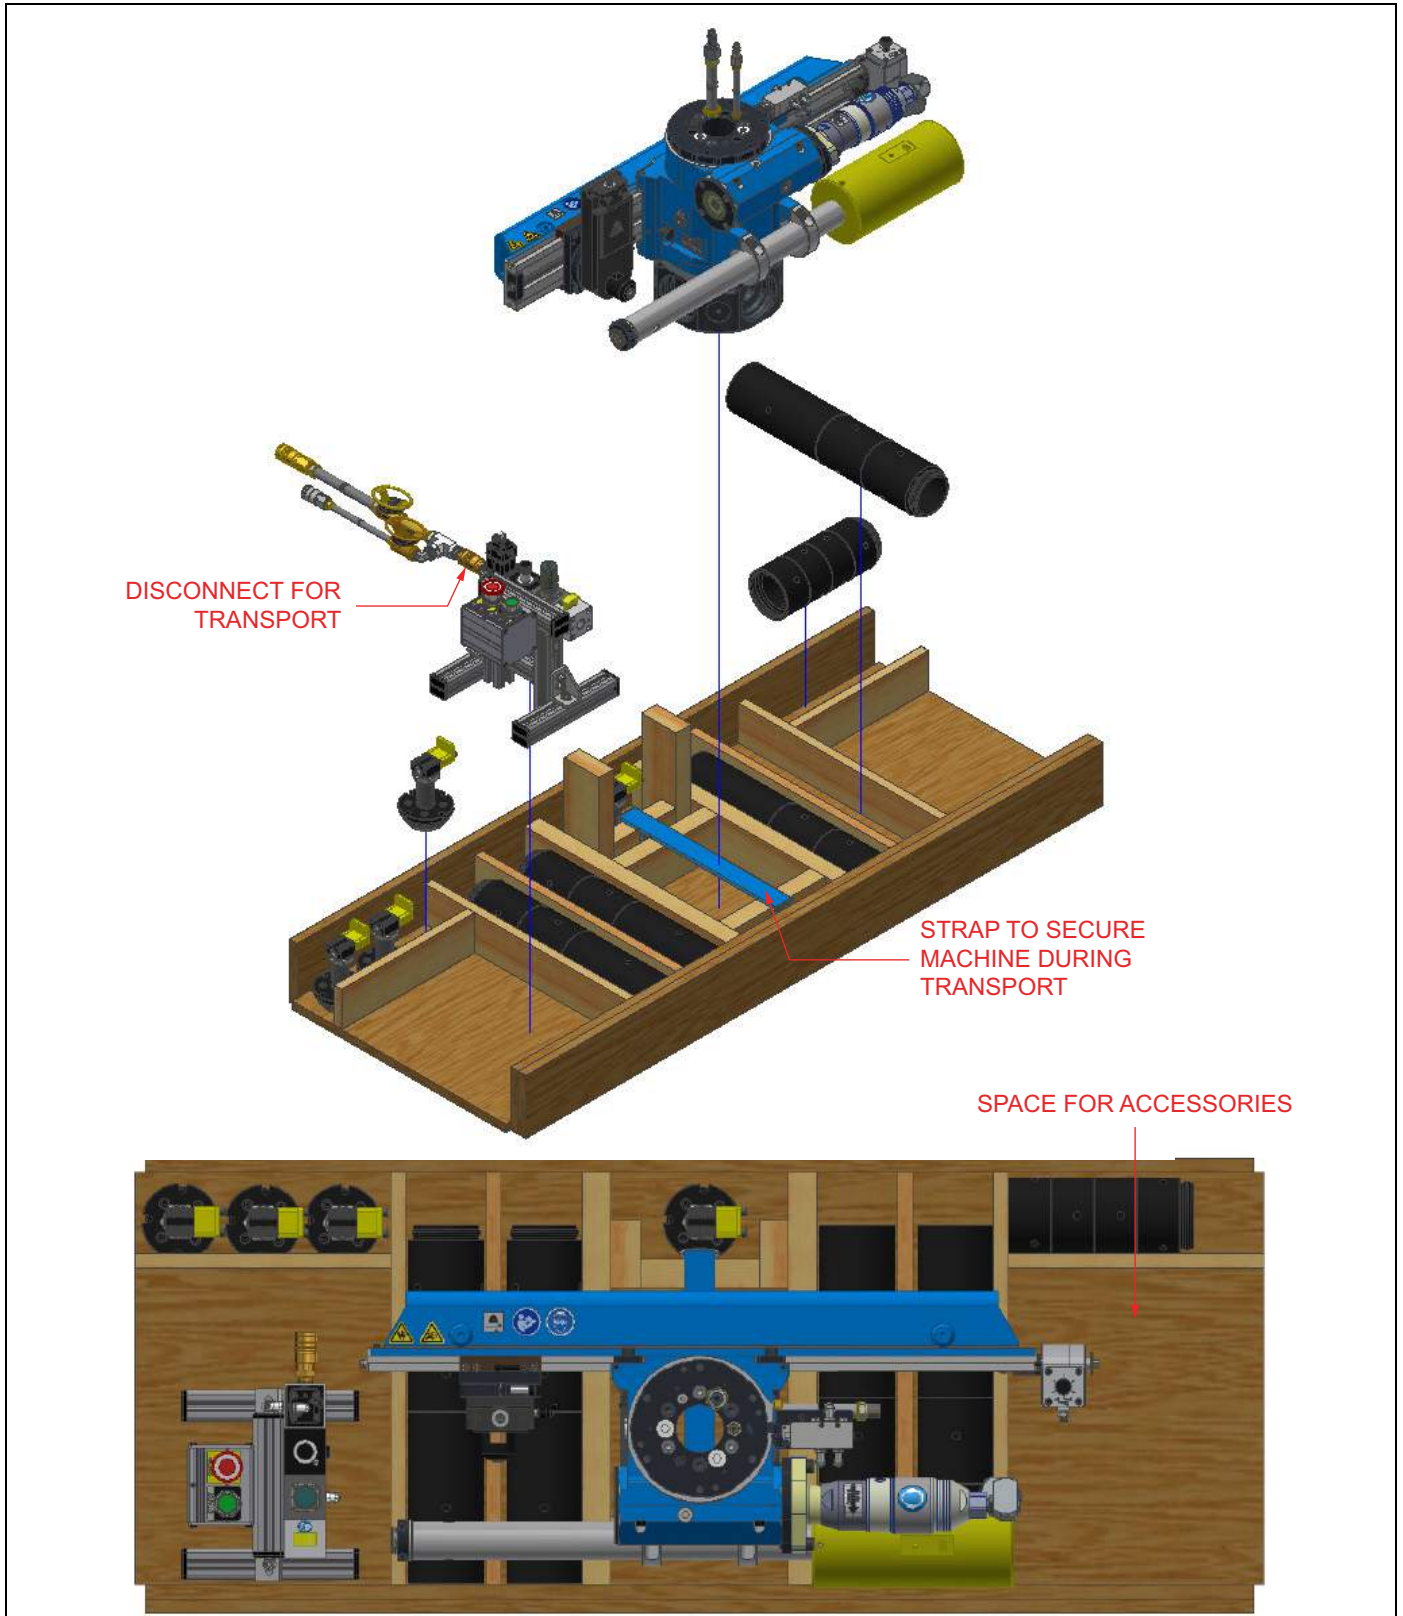
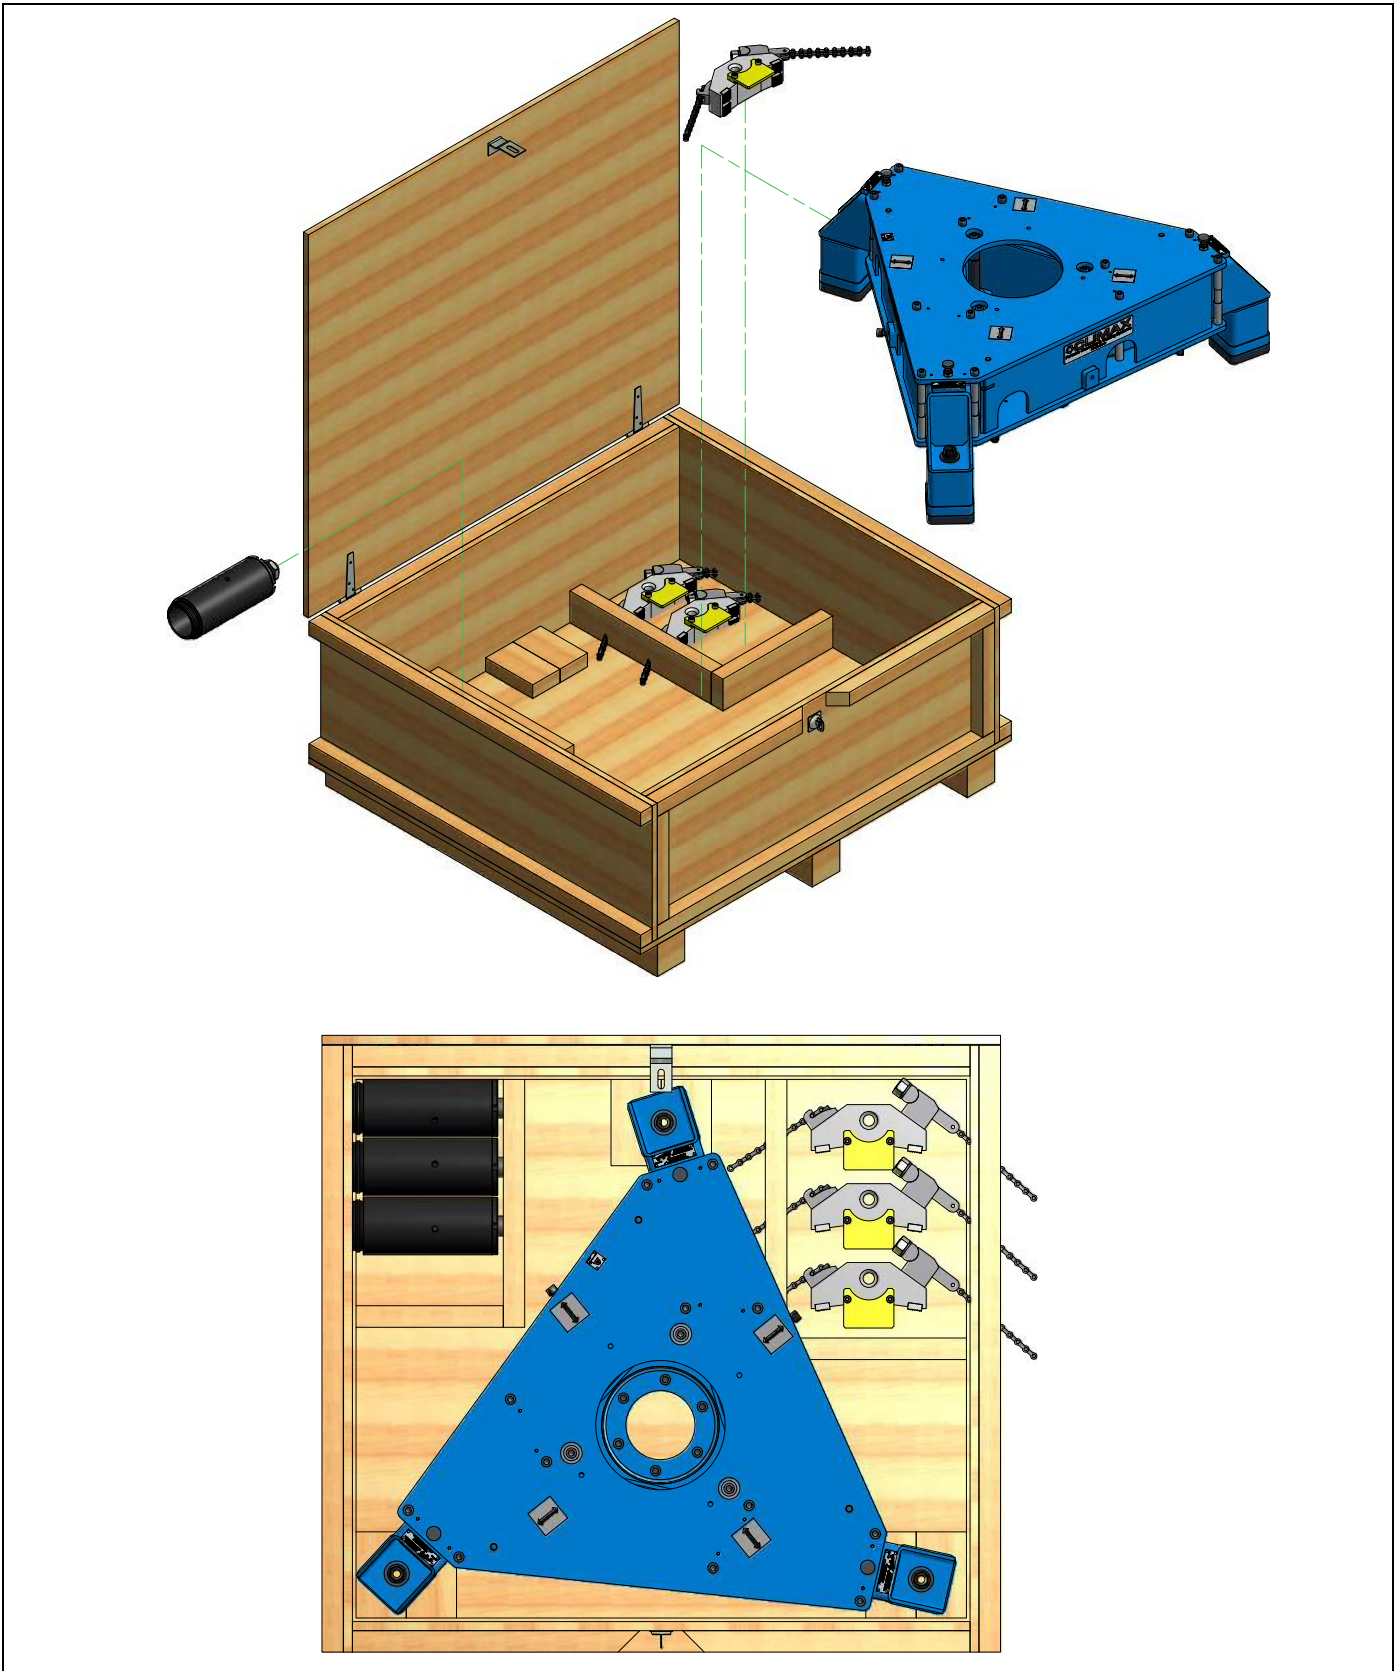

FIGURE 6-2. EMBALLAGE DE LA FF6300 AVEC MANDRIN DI
FIGURE 6-3. EMBALLAGE DE LA FF6300 AVEC MANDRIN DE
3. Emballez la machine dans sa caisse d'expédition, comme indiqué dans la Figure 6-2 ou la Figure 6-3.
2. Emballez la machine dans sa caisse d'expédition, comme indiqué dans la Figure 6-2 ou la Figure 6-3.
Emballez la machine comme indiqué dans la Figure 6-2 ou la Figure 6-3.